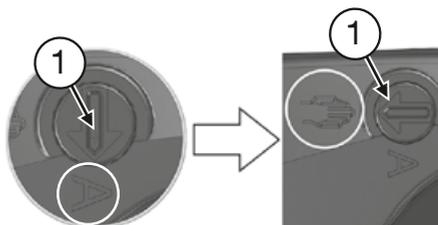

Fig. 15
2. Setați **comutatorul de funcționare (1)** pe regimul manual. Pentru aceasta, **roțiți comutatorul cu 90° spre dreapta** folosindu-vă de o șurubelniță, astfel încât fanta să stea în poziție orizontală, iar vârful săgeții să indice spre **simbolul cu mână** (fig. 15).